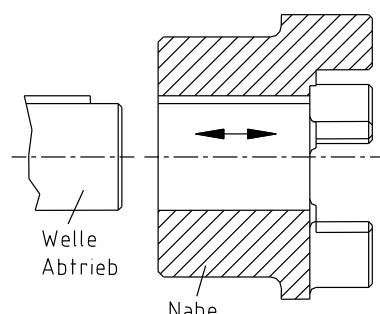

Bild 10: Montage der Naben
- Montieren Sie die Naben auf die Welle der An- und Abtriebsseite (siehe Bild 10).